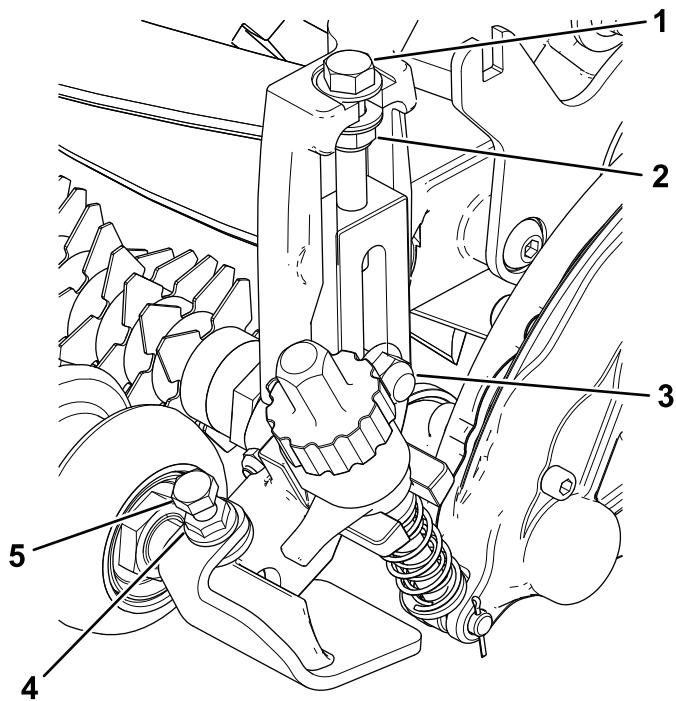

Figure 12
- 4. Retirez les boulons de carrosserie et contre-écrous qui fixent les supports de hauteur de coupe aux plaques latérales (Figure 12).
5. Serrez le contre-écrou sur le boulon de réglage de hauteur de coupe, puis desserrez-le d'un demi-tour (Figure 12).
6. Centrez le rouleau avant entre les supports de hauteur de coupe et fixez-le en place avec les vis et les écrous à embase (Figure 12).